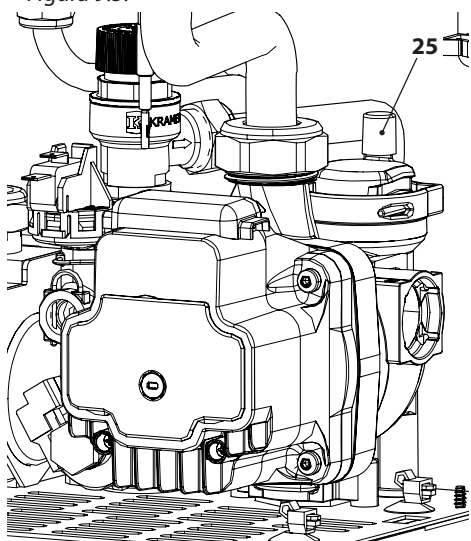

Figura 9.5
- Per facilitare lo svuotamento, allentare il tappo della valvola di sfiato automatica 25 in Figura 9.5.